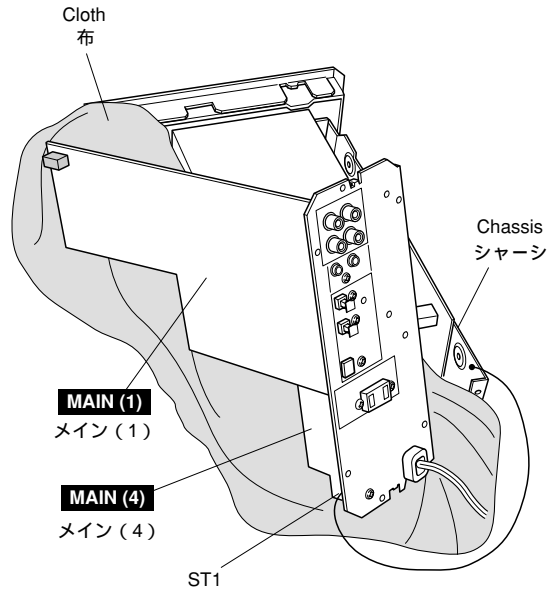
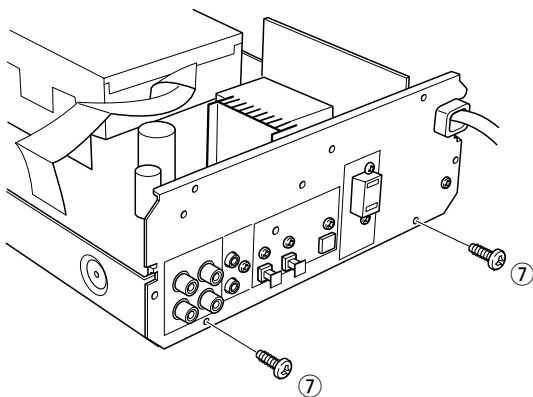

Fig. 5
Fig. 4
- b. Remove 2 screws (⑦) in Fig. 4.
- c. Remove the Main (1) P.C.B. from the chassis.
- d. Place the Main (1) P.C.B. and Main (4) P.C.B. as shown in Fig. 5 for servicing.
- b. ⑦のネジ2本を外します。( Fig. 4 )
- c. Main (1) P.C.B. を外します。
- d. Main (1) P.C.B. および Main (4) P.C.B. を Fig. 5 のように置いて、動作チェックを行います。